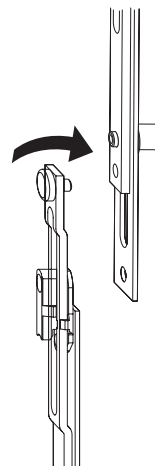

Рисунок 6: Соединение блокад М.У и МК.У
10. Если требуются дополнительные точки прижима со стороны петель, то следует соединить удлинитель блокады М.У.700 с блокадой МК.У. (Рис. 6).